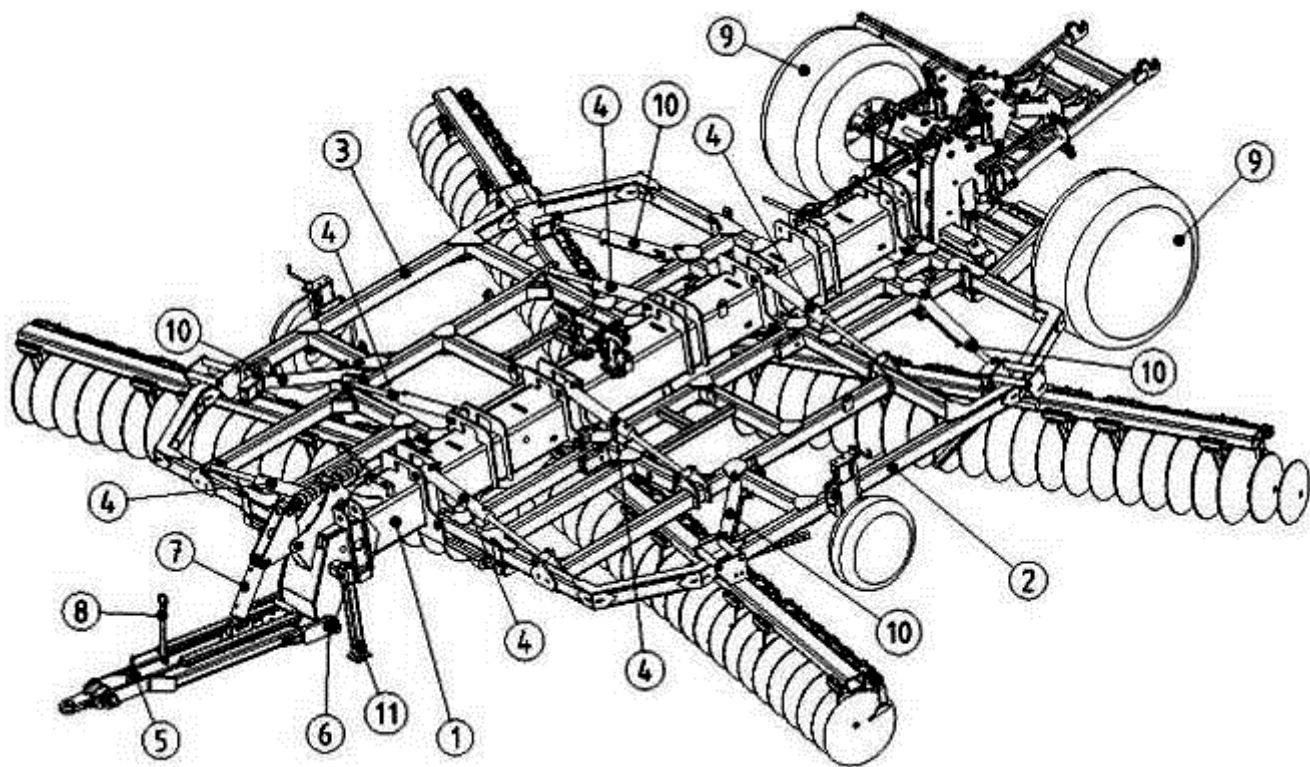

Рисунок 1.
- На центральную раму (1) (рис. 1) смонтировать боковые рамы (2 и 3).
- Установить гидроцилиндры подъема и опускания боковых рам (4).
- Смонтировать тяговое дышло (5) на центральную раму (1) при помощи оси (6).
- Установить 2 колеса на оси (9) (рис. 1).
- Смонтировать направляющее устройство для шлангов (8) (рис. 1).
Приподнять установочные опоры (11) (рис. 1).